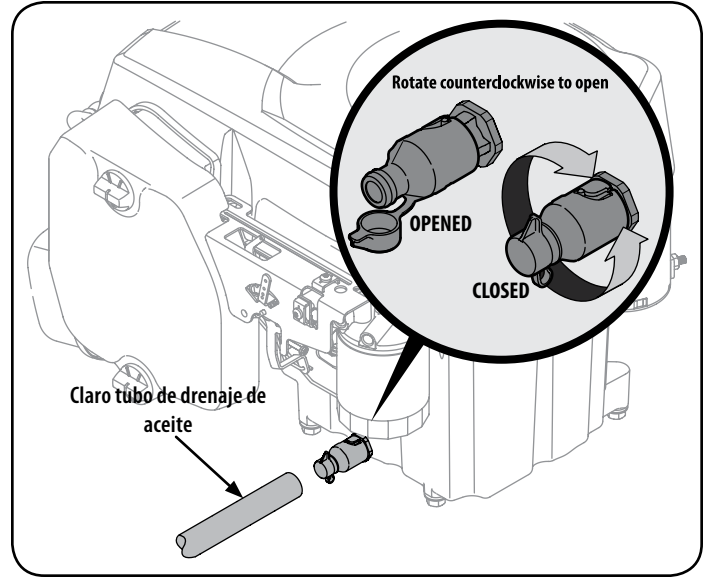
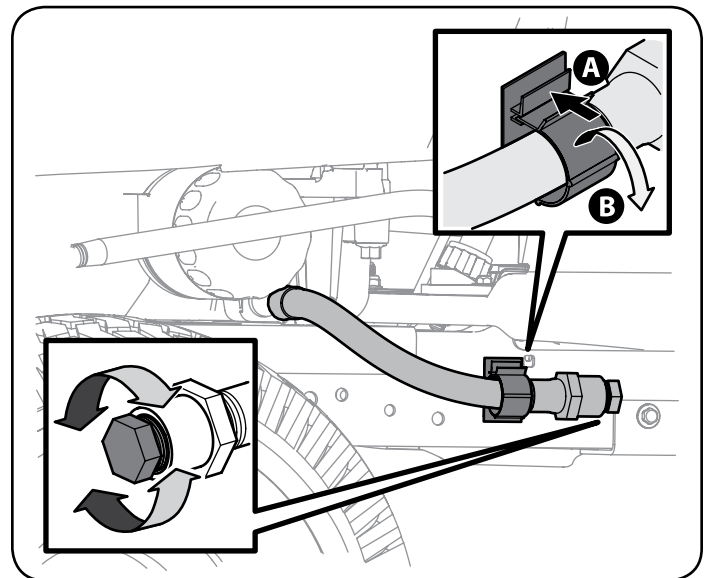

Figura 19
Figura 20
- Su motor está equipado con un drenaje de aceite de giro y tracción (véase la Figura 19 y vaya al paso 5.) o un tapón de la manguera de drenaje de aceite extraíble (véase la Figura 20 y vaya al paso 6.) Siga el caso instrucciones para su tractor.
5. Torcer-y-tirar de drenaje de aceite (consulte la Figura 19):
6. Tapón de la manguera de drenaje de aceite extraíble (Ver Figura 20):